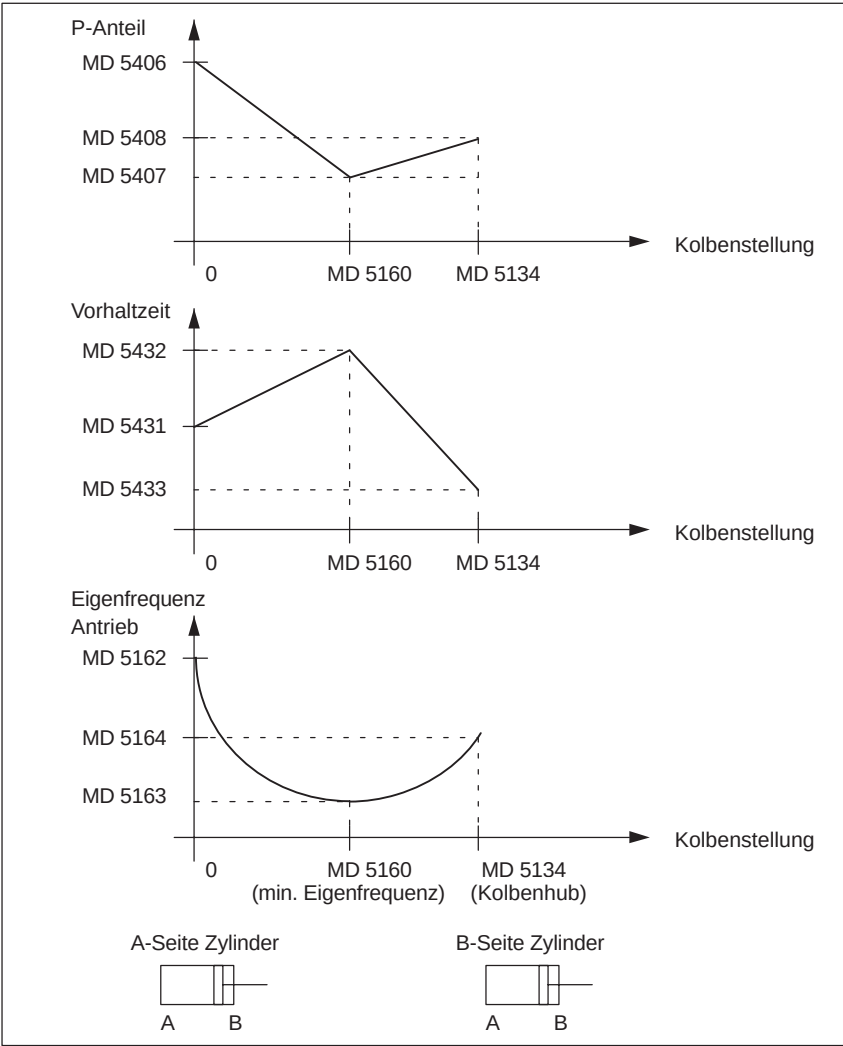

Bild 4-11 Adaption
- Adaption ein (siehe Bild 4-11)